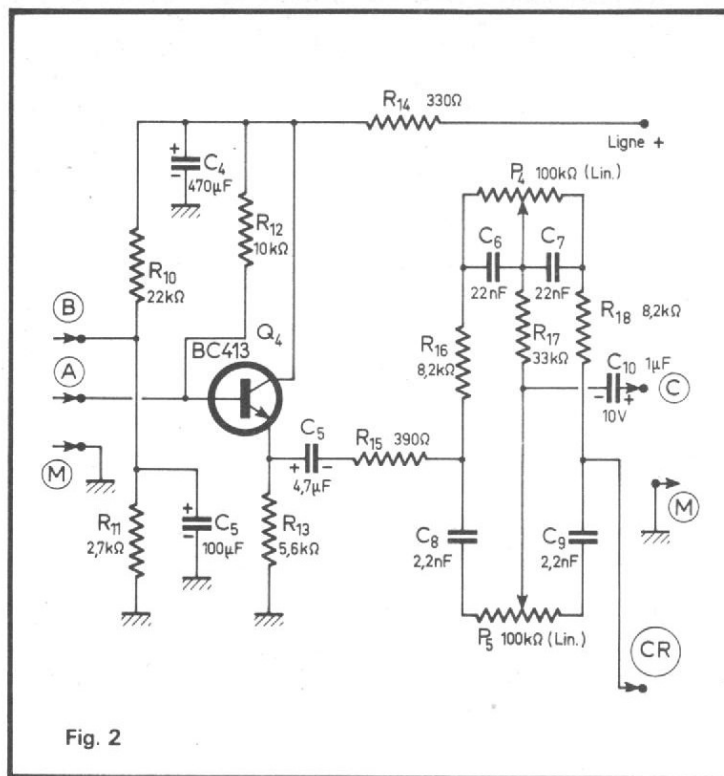

Fig. 2
Remarques : La contre-réaction par résistances d'émetteurs R_7 , R_8 , R_9 sont découplées ; polarisation de base par le point (B) que l'on retrouve sur la figure 2. Chaque entrée E_1 , E_2 , E_3 (ou E_n) possède un potentiomètre de dosage du signal appliqué à la voie choisie.
Cet étage est représenté à la figure 2. Le signal unique du point (A) est appliqué par liaison directe à la base de l'amplificateur de tension, Q_4 monté en collecteur commun.